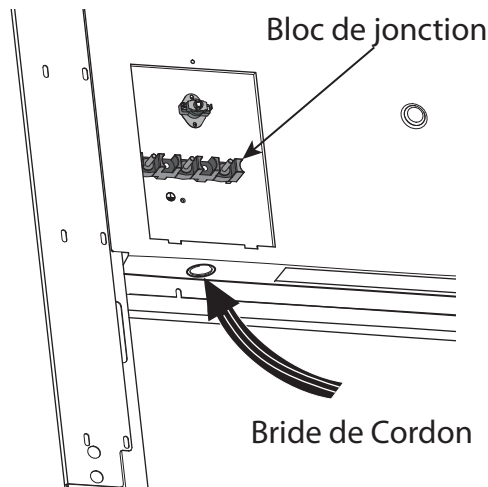

Figure 16 : Emplacement de la bride de cordon
Localisez le bloc de jonction à l'arrière de l'appareil et enlevez le couvercle (consultez la *Figure 16*). Le conduit doit être fixé à la boîte de connexion à l'aide d'un connecteur de conduit approuvé. L'extrémité libre du conduit de câbles doit être branchée à un bloc de jonction installé dans la zone d'alimentation électrique, comme illustré sur la *Figure 4 à la page 8*.
Installez une bride de cordon (non fourni) dans le trou de 1 po (25,4 mm) de diamètre situé sous le bloc de jonction (voir *Figure 16*). Le câblage de l'appareil doit être acheminé au bloc de jonction par le conduit et à travers la bride de cordon. Les extrémités des fils doivent être munies de cosses en boucle de ¼ po, préférablement soudées sur place. Faites les connexions au bloc de jonction fourni.
1. Repérez le bloc de jonction à l'arrière de l'appareil et enlevez le couvercle (voir *Figure 16*).
3. Installez une bride de cordon (non fournie avec la cuisinière) dans le trou de 1 po (25,4 mm) de diamètre situé sous le bloc de jonction, dans le panneau arrière (voir *Figure 16*). Faites passer les fils par la bride de cordon.